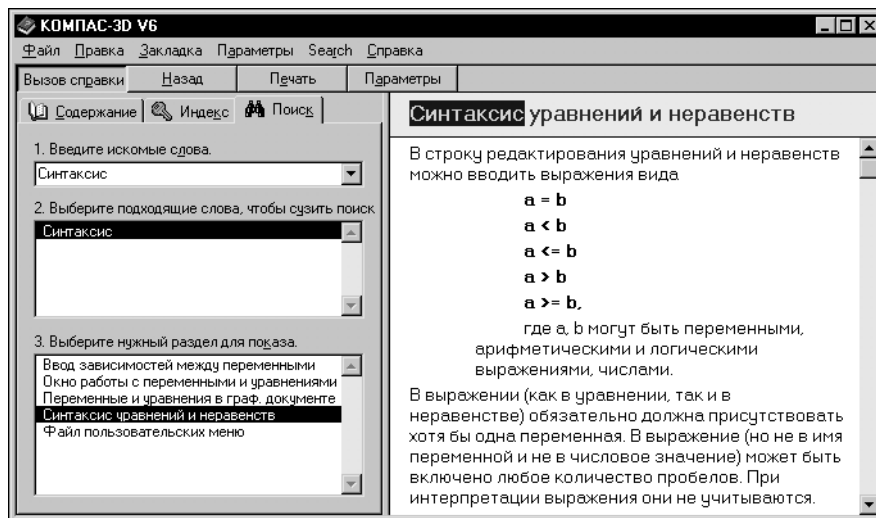

Рис. 8.9. Поиск раздела справочной системы
8. Введите в текстовое поле **1** искомое слово *Синтаксис* (рис. 8.9).
На экране появится панель соответствующего раздела справочной системы (рис. 8.9).